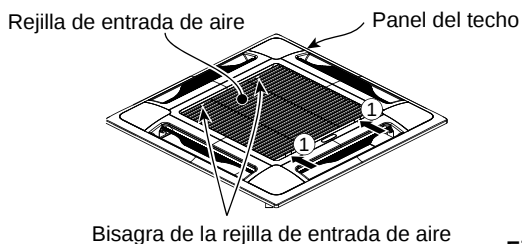

Fig. 9-19
- b) Deslice los enganches de la rejilla de aire en el sentido mostrado por las flechas (1) para abrir la rejilla. (Fig. 9-19)